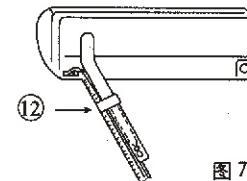

图 7
(1) 当要把铜管从后面引出时, 将铜管、排水管和连接电缆进排气管一起用附件⑫胶带绑紧。(图 7)